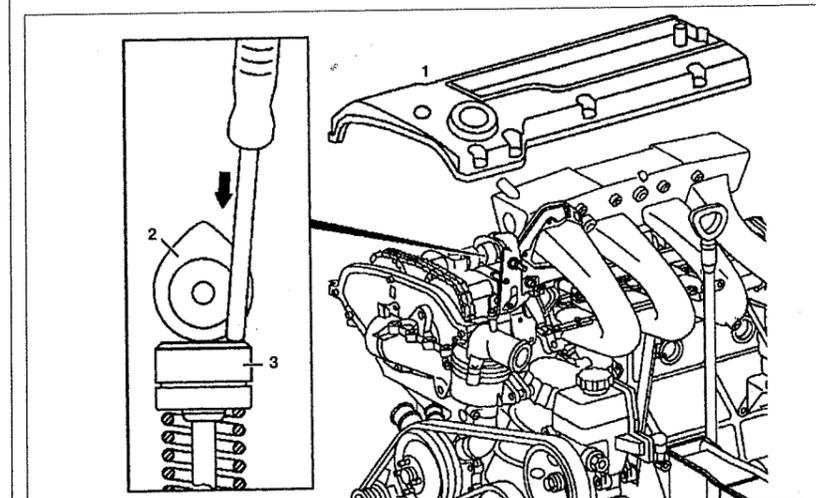

Рис. 2.34. Снимите крышку головки блока цилиндров 1 и установите кулачок 2 проверяемого гидрокompенсатора 3 вверх:
2. Снимите крышку головки блока цилиндров 1 и вращая коленчатый вал установите кулачок 2 проверяемого гидрокompенсатора 3 вверх (см.рис. 2.34).